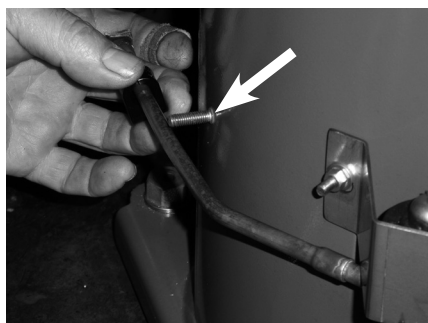

Fig. 1
- Remove the support bracket (see fig. 1).
- Enlever le collier (voir fig. 1).
- Rimuovere la staffa di supporto (vedi fig. 1).
- Put the support bracket in place (see fig. 1).
- Remettre le collier en place (voir fig. 1).
- Collocare la staffa di supporto (vedi fig. 1).